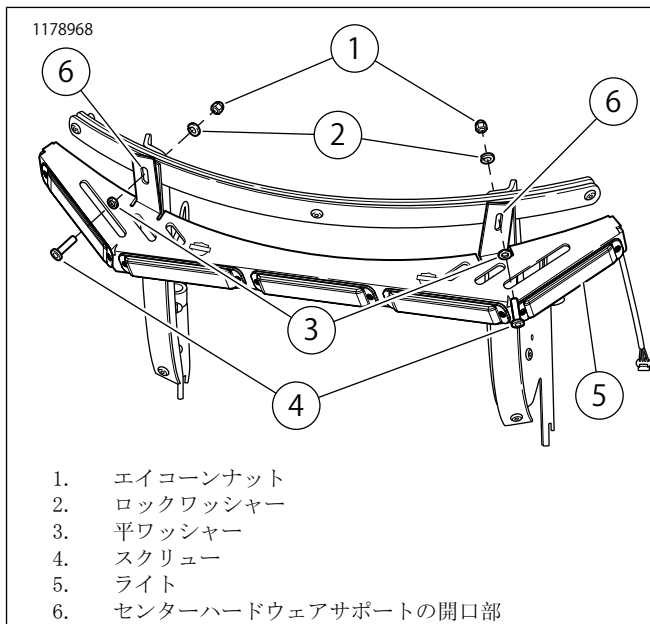

図3。ハードウェアの取り付け(図が見やすいよう、シールドを省略)
4. 図3を参照してください。ライト(5)をセンターハードウェアサポート開口部(6)と合わせます。